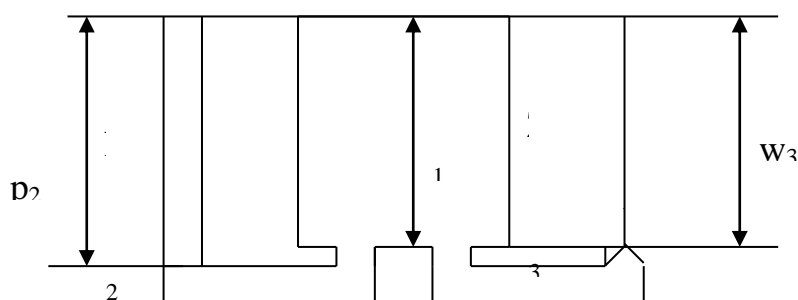

Рис.3.
- VII. Уровень воды в емкости Z_1 составляет 100 ($3+N_B$) мм (см.рис.3) Найти избыточное давление на дне емкости и теоретическую скорость истечения воды из сопла.